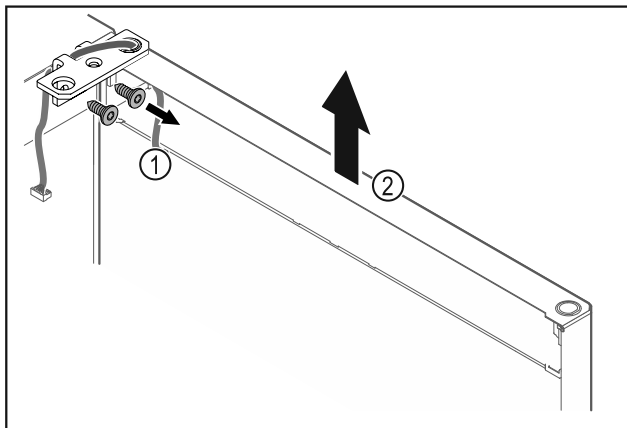

Fig. 23
- Scharnierwinkel Fig. 23 (1) abschrauben.
- Tür inklusive Scharnierwinkel Fig. 23 (2) circa 200 mm gerade nach oben heben und abnehmen.